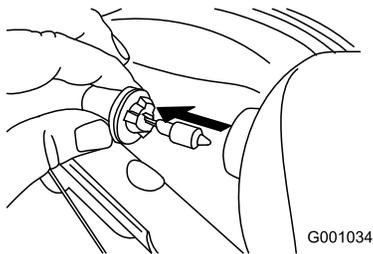

Figure 57
3. Sortez directement l'ampoule par l'arrière du phare (Figure 57).